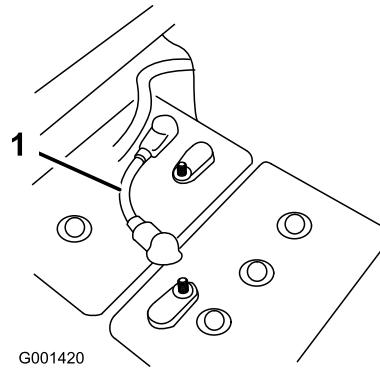

Figura 2
- Retire um dos cabos curtos da bateria que ligam quaisquer duas baterias no banco para retirar a energia do sistema (Figura 2).